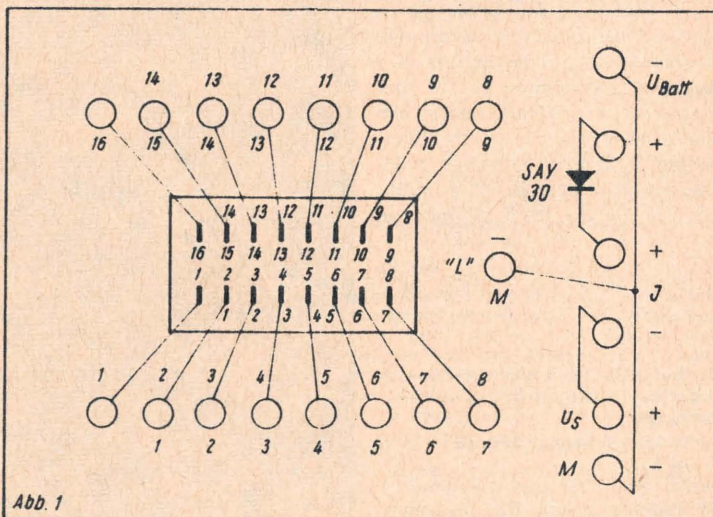

Abb. 1
Wichtigste Voraussetzung ist eine 16polige Fassung für Integrierte Schaltkreise (IS), die man auf einer kleinen Pertinaxplatte befestigt. Dazu kommen oben und unten zwei Reihen mit je acht Telefonbuchsen, wobei jede Telefonbuchse mit einem Kontakt der IS-Fassung verbunden wird (Abb. 1). Außerdem sieht man noch Telefonbuchsen vor für den Anschluß der Batterie (U_{Batt}), des Strommessers (I) und zur Stromversorgung der IS (U_S , M). Eine weitere M-Buchse wird als logisches Nullpotential (L) benötigt. Die Diode SAY 30 verhindert eine Fehlschaltung, falls man die Batterie falsch anschließt. Wird die Strommessung nicht benötigt, so sind die Buchsen +I und -I mit einer Prüfschnur (an den Enden je ein Bananenstecker) miteinander zu verbinden.